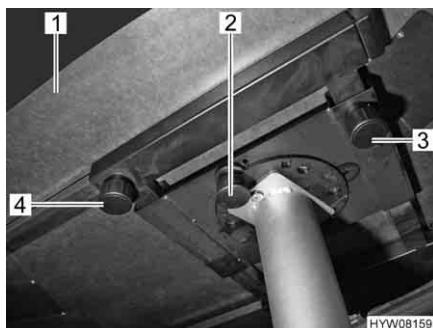

Fig. 63 Tavolo fisso con piede del tavolo ancorato
- Svitare la vite a testa cilindrica zigrinata (Fig. 63,4).
- Spingere il piano del tavolo (Fig. 63,1) nella posizione desiderata.
- Svitare la vite a testa cilindrica zigrinata (Fig. 63,3).
- Premere il tasto (Fig. 63,2) del bloccaggio.
- Ruotare il piano del tavolo (Fig. 63,1) nella posizione desiderata.